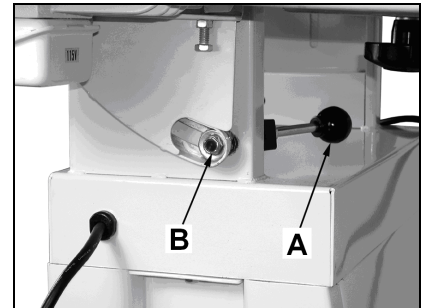

Fig 13
La fonction de la manette de blocage (A, Fig. 13) est réglable. Pour cela régler l'écrou autobloquant (B).